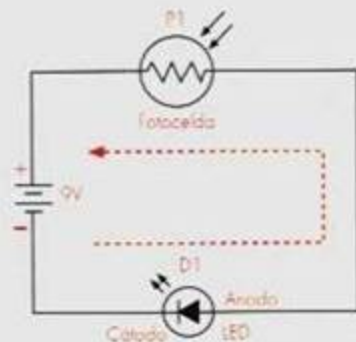

Figura 1.
1. Arme en el protoboard el circuito que se muestra en el diagrama esquemático de la figura 1 utilizando como guía el diagrama pictórico.